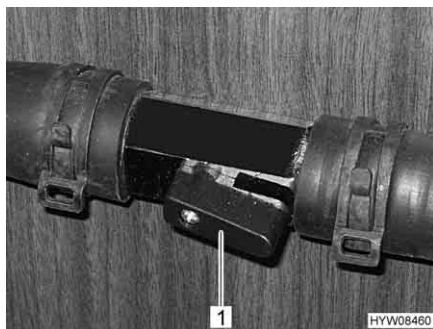

Fig. 112 Rubinetto aperto
- Posizionare la leva (Fig. 112,1) parallelamente alla tubazione (Fig. 112). Più il rubinetto viene aperto, maggiore è la prestazione del riscaldamento.
- Posizionare la leva (Fig. 112,1) verticalmente rispetto alla tubazione. Il circuito di riscaldamento funziona mediante la tubatura di bypass.